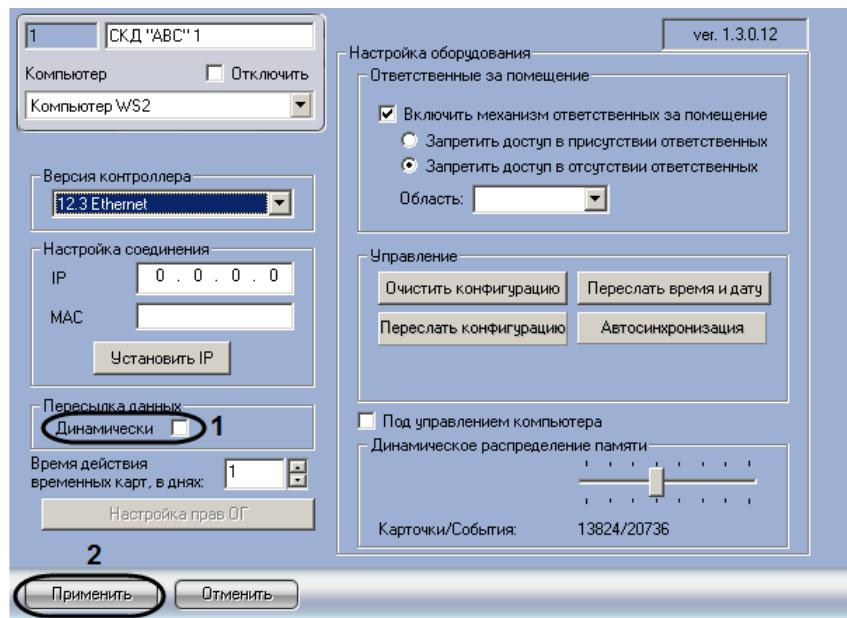

Рис. 3.2—4 Настройка пересылки данных в контроллеры ABC
1. Перейти на панель настройки объекта **СКД “ABC”** (Рис. 3.2—4).
2. В случае, если требуется пересылать пользователей, временные зоны и уровни доступа в центральный контроллер при каждом сохранении изменений в данных настройках, установить флажок **Динамически** группы **Пересылка данных** (см. Рис. 3.2—4, 1).
3. Для сохранения внесенных изменений нажать кнопку **Применить** (см. Рис. 3.2—4, 2).